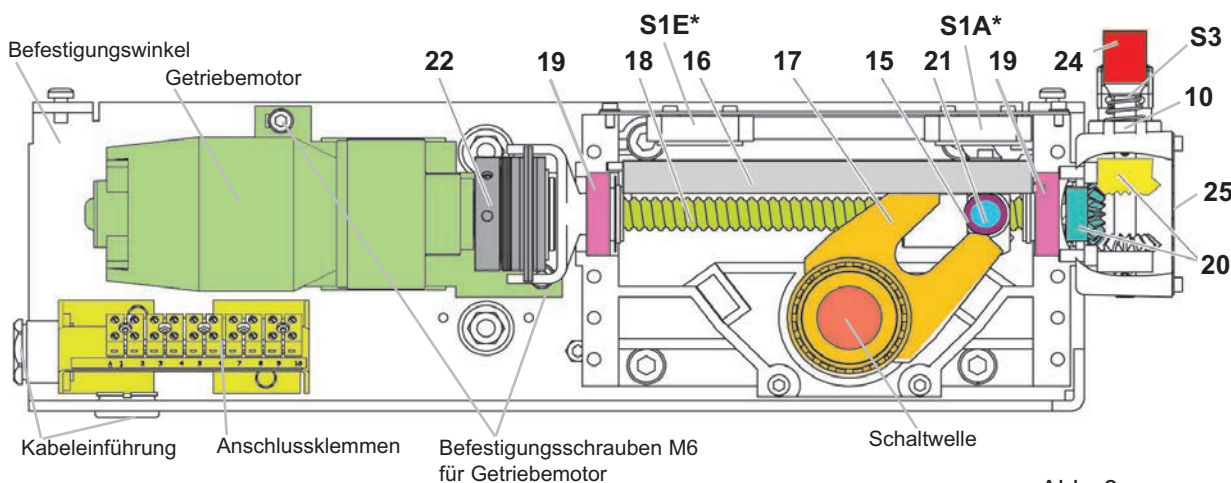

Abb. 8
Nach 10.000 Schaltspielen oder nach ca. 10 Jahren	<ul style="list-style-type: none"> • Tätigkeiten wie unter dem Intervall jährlich beschrieben. • Folgende Komponenten des Motorantriebes mit dem Schmierstoff Isoflex NBU¹ (siehe 7.1) so abschmieren, dass die zusammenwirkenden Bauteile ausreichend geschmiert sind: <ul style="list-style-type: none"> • beidseitig angeordnete Führungsrollen (15), Mitnehmerzapfen (21) inklusive Führungsleisten (16) und Kulissengabel (17) • Kugelgewindeantrieb (18) und beide Wälzlager (19) • Kegelradgetriebe (20) und Schiebehülse (10) am Hand-Not-Antrieb (dazu ist es notwendig die Abdeckung (25) zu entfernen) • Alle beweglichen Teile • Funktionskontrolle der Signalkontakte (S2A u. S2E, siehe Abb.: 1), Motorschutzschalter (P), Hand-Not-Antrieb (S3, siehe Abb.: 8), Heizung (K) und Thermostat (Q) • Funktionskontrolle durchführen (siehe 4.2.4). <p>Achtung: Um die einwandfreie Funktion der Rutschkupplung (22) zu erhalten, darf diese nicht mit Schmierstoff in Verbindung gebracht werden.</p>